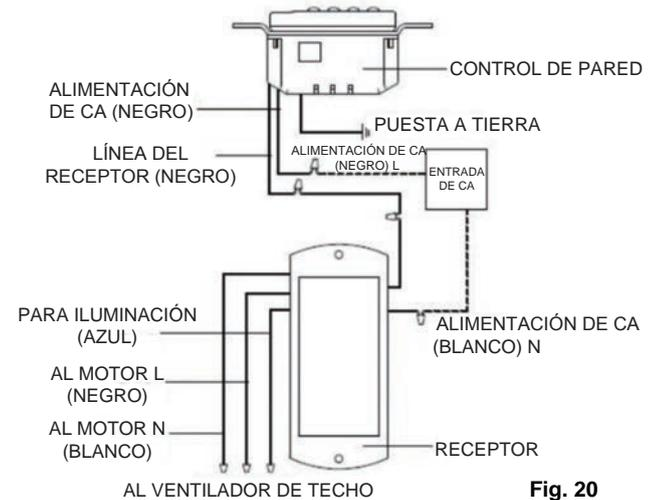

Fig. 20
Paso 2. Haga las conexiones eléctricas tal como se muestra en la Fig. 20. Si su caja de distribución tiene un cable de puesta a tierra (verde o cobre sin recubrimiento), conecte el cable de puesta a tierra del transmisor directamente a uno de los tornillos de la caja de distribución eléctrica. Asegure todas las conexiones de cables con las tuercas plásticas proporcionadas.